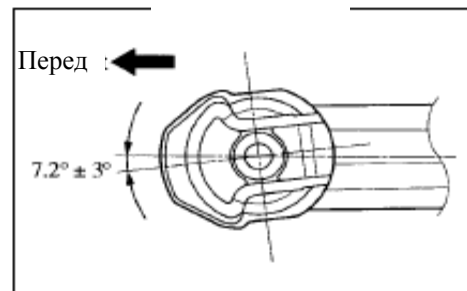

Рис. 225
(1) Установите левую подушку балки заднего моста, как показано на рисунке(рис. 225)
(2) Запрессуйте подушку в балку заднего моста